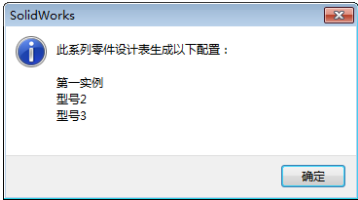

图 7-8 信息对话框
8. 系统会显示一条信息，列出所生成的型号。如图 7-8 所示。